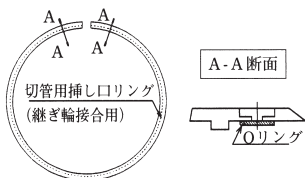

図68 切管用挿し口リング
- (1) 切管用挿し口リング（継ぎ輪接合用：図68）のねじ穴位置にOリング（2ヶ所）が付いていること、異物の付着がないことを確認する。Oリングが外れている場合は、シアノアクリレート系接着剤で取り付ける。